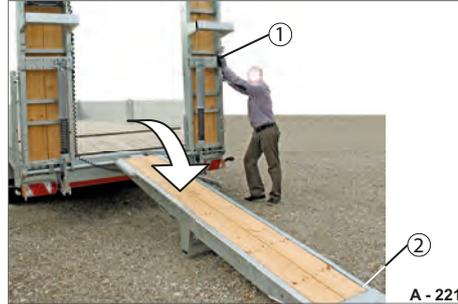

Abb. 74 Auffahrampen bedienen
- ▶ Mittlere Auffahrampen (Abb. 74/1) vorsichtig herablassen.
- ▶ Sicherungverschluss (Abb. 74/1) entriegeln - siehe Seite **151**. Die Auffahrampen können auf die benötigte Spurweite verschoben und herabgelassen werden - siehe Seite **157**.